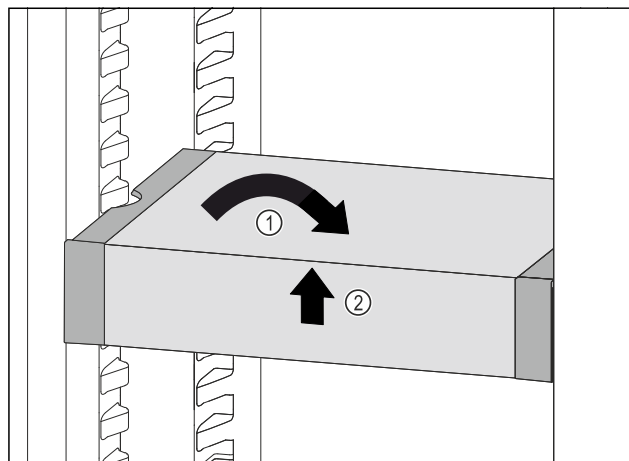

Fig. 180
- Установите VarioSafe прямо. Fig. 180 (1)
- Приподнимите VarioSafe спереди. Fig. 180 (2)